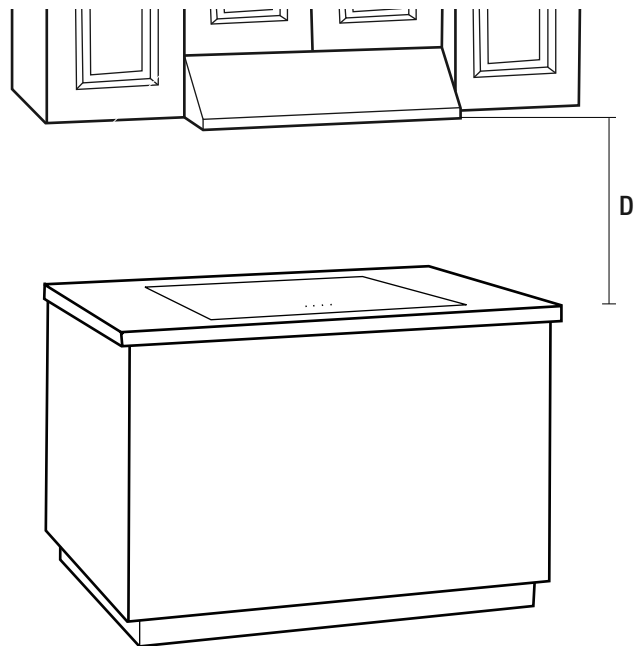

Fig. 1
4. Si vous choisissez d'installer la hotte, comme ci-dessous (Fig. 1), à la distance (D) de la surface de cuisson, prenez des précautions supplémentaires car la hotte peut être très chaude au toucher. Pour cette unité, la distance (D dans la fig. 1) est de 458mm - 813mm (18 po - 32 po). Si vous choisissez une l'installation de 18po., la température de la surface de la hotte sera élevée si l'appareil est utilisé pendant une cuisson à haute puissance pour un certain temps.